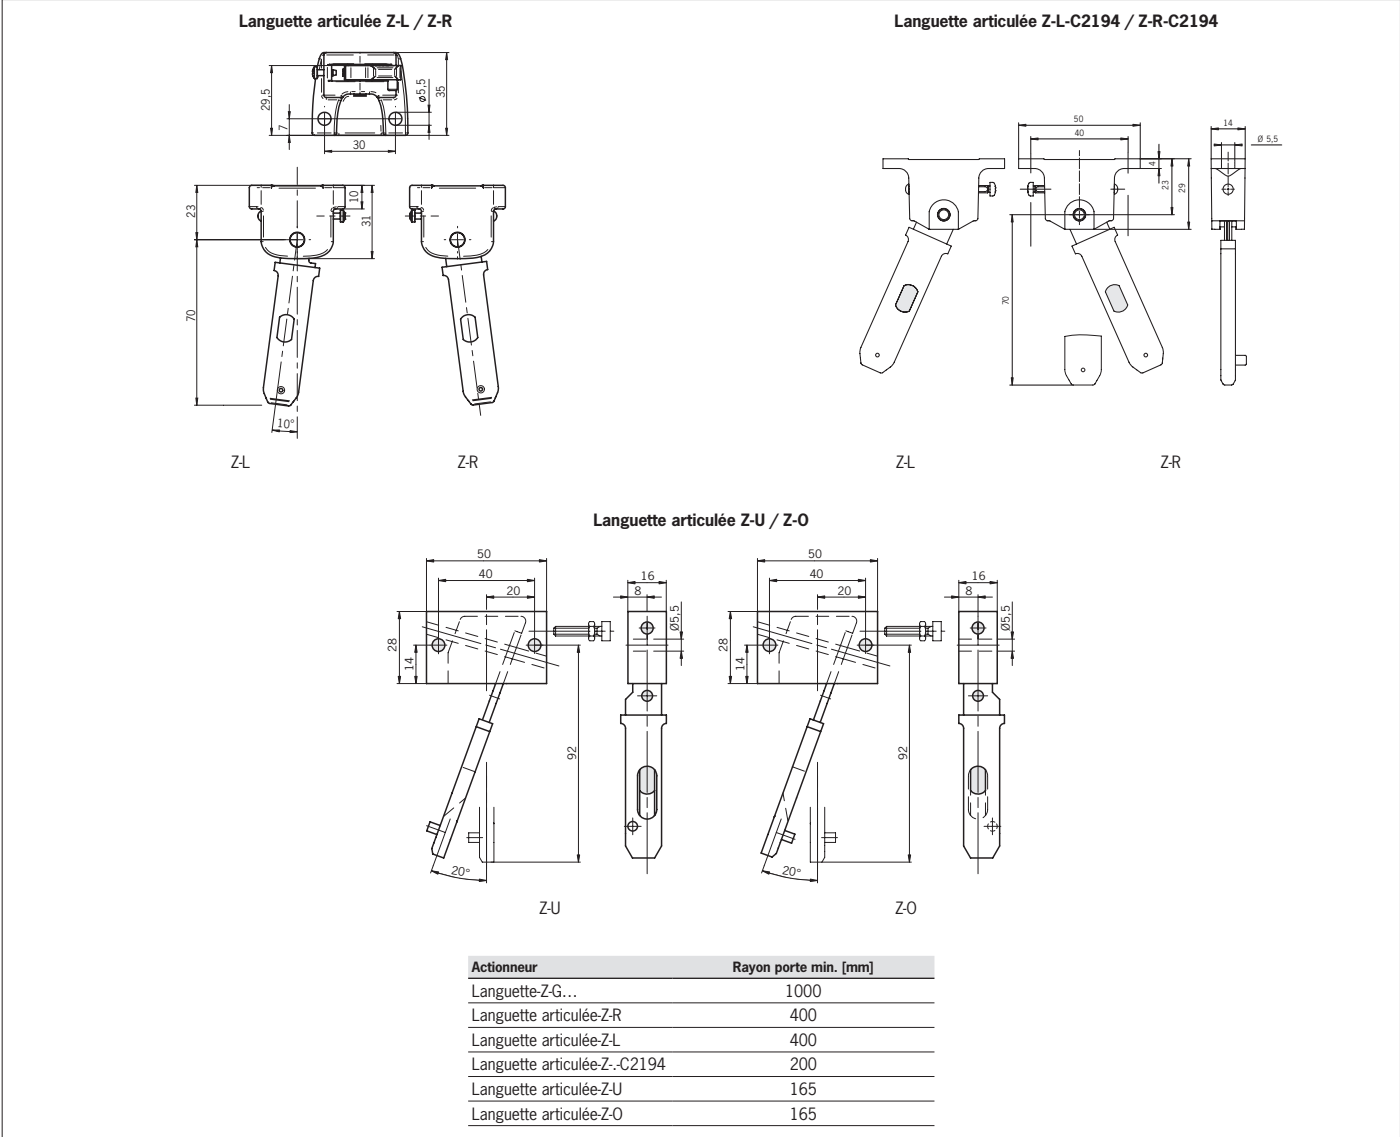

Fig. 10 : Rayons de porte minimum
- ▶ Tenga también en cuenta el radio de puerta y las posibilidades de fijación (consulte la Fig. 10).